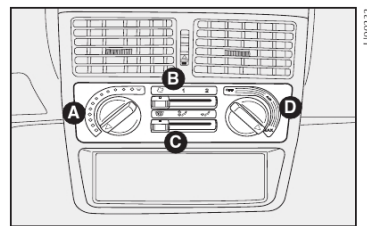

fig. 30
COMANDOS PARA AQUECIMENTO E VENTILAÇÃO - fig. 30
4) Comando para regulagem da quantidade de ar nos difusores centrais **D-fig. 30**: posição difusor fechado (girar para posição **OFF**).
3) Seletor de distribuição do ar **C-fig. 30** apontado para ; controlar para que todas as saídas de ar estejam totalmente abertas.